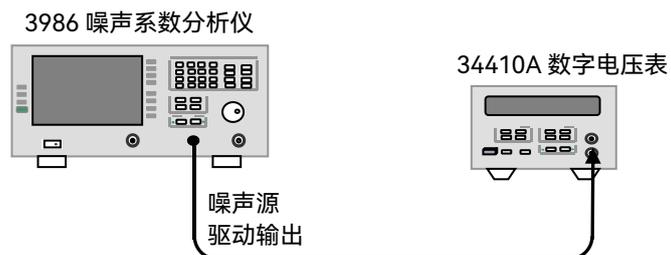

图 8.9 噪声源驱动电压准确度测试框图
- 步骤 1.** 如图 8.9 所示连接测试设备，开机预热 30min。